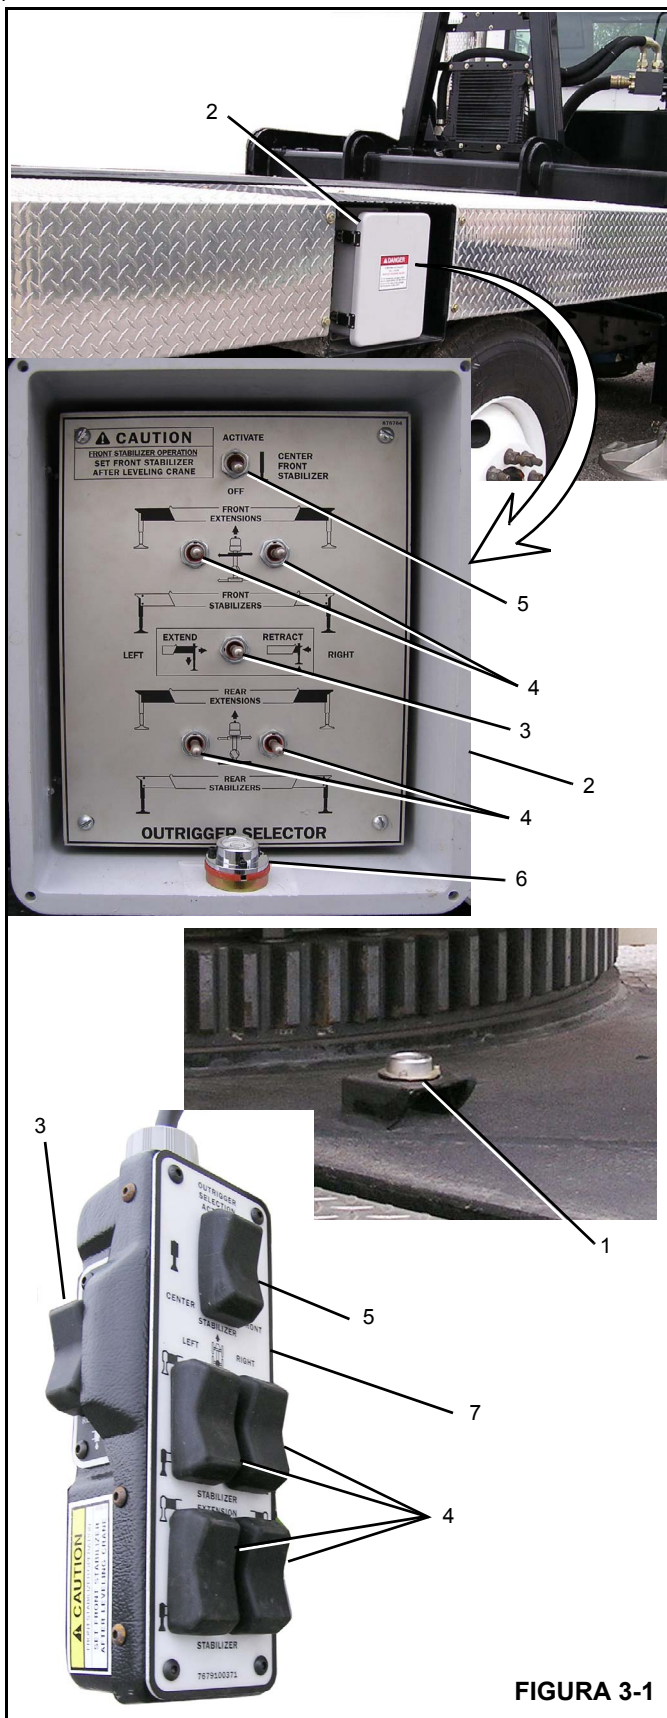

FIGURA 3-1
Os controles dos estabilizadores (Figura 3-1) são operados eletricamente e incluem quatro chaves seletoras dos estabilizadores, uma chave de extensão/retração e uma chave opcional do estabilizador frontal. Um acelerador remoto do motor está localizado sob a porta da cabine do guindaste para controlar a velocidade do motor ao operar os estabilizadores.
O indicador de nível primário está localizado atrás do mancão da torre (1) (Figura 3-1). Os indicadores de nível secundários estão localizados nas caixas de controle dos estabilizadores (6) (Figura 3-1).
As caixas de controle dos estabilizadores (2) estão localizadas na lateral do guindaste (Figura 3-1) e contêm os controles dos estabilizadores.